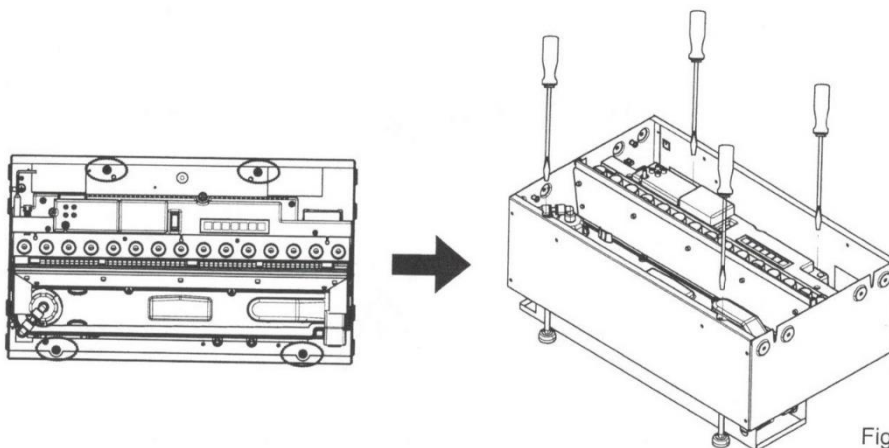

Fig. 8
2. Stellen Sie sicher, dass sich das Gerät auf der passenden Höhe befindet und achten Sie darauf, dass es gerade steht. Mit einem Schraubenzieher können Sie die verstellbaren Füße anpassen. (Abb. 8.)
3. Stellen Sie sicher, dass sich das zweite Gerät in der korrekten Höhe wie das erste Produkt befindet und stellen Sie sicher, dass es gerade steht. Mit einem Schraubenzieher können Sie die verstellbaren Füße anpassen. (Abb. 8.)